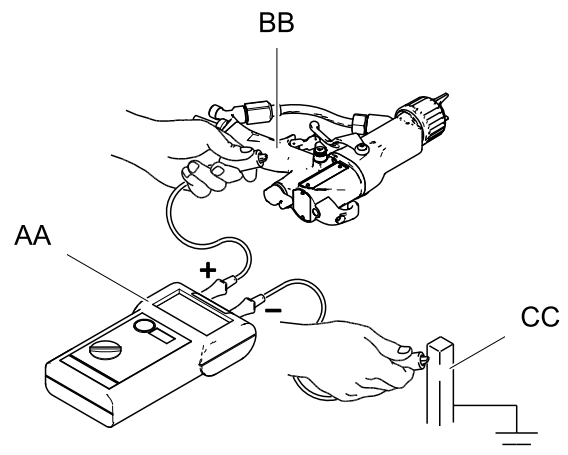

Figure 16 Verificare la messa a terra elettrica della pistola
Il megaohmmetro codice 241079 (AA-fare riferimento alla Fig. 16) non è approvato per l'uso in zone pericolose. Per ridurre il rischio di scintille, non utilizzare il megaohmmetro per verificare la messa a terra elettrica, se non nei casi indicati di seguito:
2. Portare in posizione OFF (O) l'interruttore ON/OFF ES.
6. Misurare la resistenza tra l'impugnatura della pistola (BB) e una messa a terra efficace (CC). Utilizzare una tensione applicata compresa tra 500 V e 1.000 V. La resistenza non deve superare 1 megaohm. Vedere la Fig. 16.